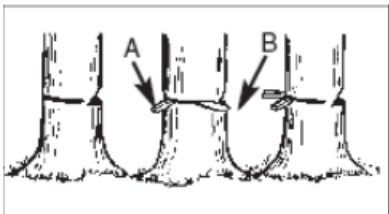

Fig 10c
Użyj drewnianych lub plastikowych klinów (A), aby zapobiec zaplątaniu się prowadnicy lub łańcucha (B) w cięciu. Kliny kontrolują również upadek (rys. 10c).